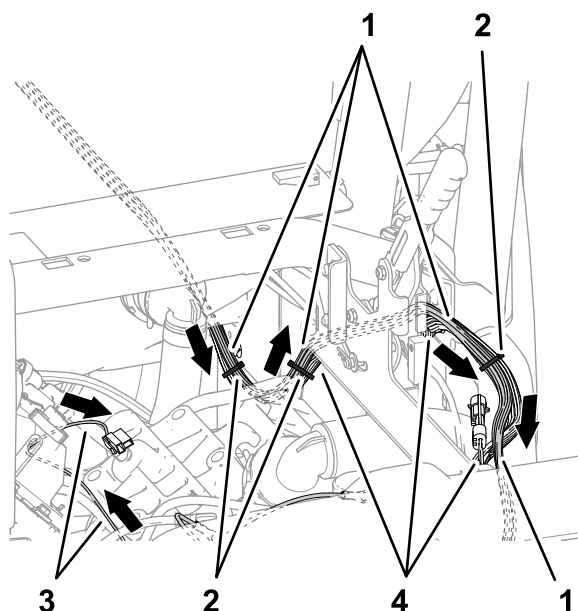

Figura 81
4. Encaminhe a secção da cablagem com 84 cm, a secção com 60 cm e a secção com 66 cm da cablagem do kit ao longo da cablagem da máquina, no exterior do conjunto do travão de mão (Figura 81).
6. Prenda a cablagem do kit à cablagem da máquina como se mostra na Figura 80, Figura 81 e Figura 82.